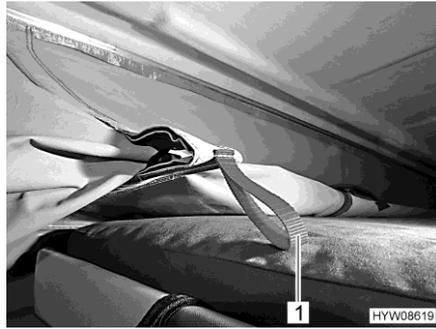

Fig. 87 Dispositif de rentrage
- Tirer la toile de tente vers l'intérieur par les pattes rouges (Fig. 87,1) du dispositif de rentrage.